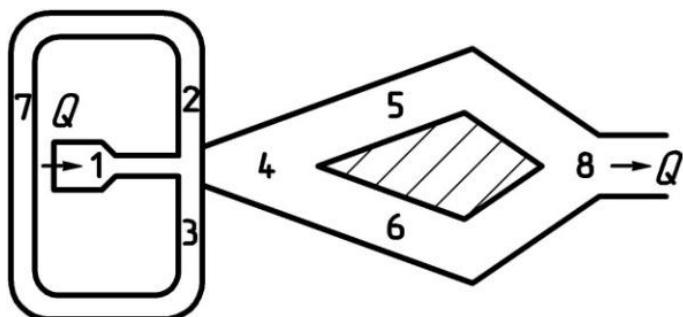

Рисунок 1 – Струйный генератор
1.5.3 Чувствительным элементом ПР служит струйный генератор (см. рисунок 1), частота колебаний в котором прямо пропорциональна объемному расходу, протекающему через устройство формирования расхода.
Поток (струя) измеряемой среды, проходя через сопло генератора (1), попадает в рабочую камеру (4) и под действием давления, создаваемого этой же струей, прижимается к одной из стенок камеры (например, вниз (рисунок 1)). Благодаря её эжектирующему действию, в области вблизи нижней стенки и в канале (3) образуется область пониженного давления, что приводит к лавинообразному процессу притяжения струи к стенке камеры. Из-за уменьшения давления в канале (3) происходит движение среды по каналу (7) в сторону канала (3). Отток рабочей среды из канала (2) вызывает отклонение струи в противоположную сторону. Далее процесс повторяется симметрично. Выход среды из струйного генератора производится через каналы (5), (6) и (8).